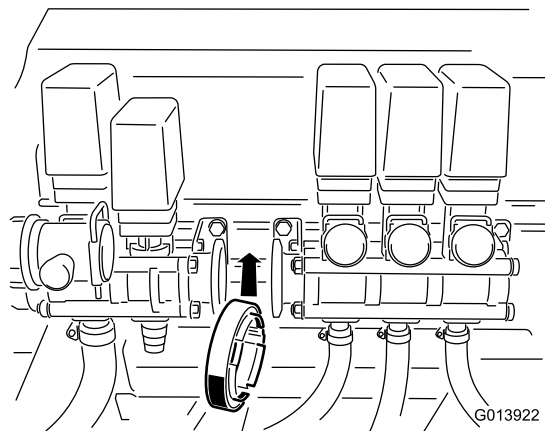

Figura 8
20. Fate scorrere indietro il gruppo valvole della barra verso la nuova valvola del nebulizzatore finché i due riduttori non si troveranno allo stesso livello con la guarnizione posta tra loro (Figura 8).